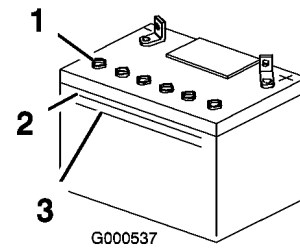

Bild 32
2. Sehen Sie sich die Seite der Batterie an. Der Füllstand muss bis zur oberen Linie reichen (Bild 32). Der Säurestand darf nicht unter die untere Linie fallen (Bild 32).
3. Entfernen Sie die Entlüftungsdeckel von der Batterie (Bild 32).
4. Gießen Sie langsam destilliertes Wasser in jede Batteriezelle, bis der Säurestand die obere Linie (Bild 32) am Batteriegehäuse erreicht.
der Säurestand die obere Linie (Bild 32) am Batteriegehäuse erreicht.